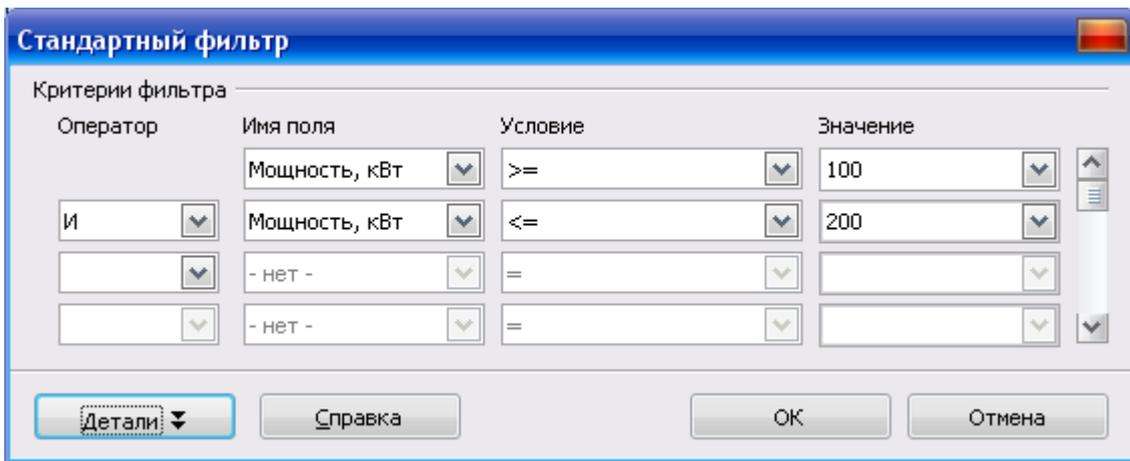

Рис. 7.7. Диалоговое окно Стандартный фильтр
3. В открывшемся диалоговом окне (рис. 7.7) задать условие фильтрации и щелкнуть по кнопке **Ок**.